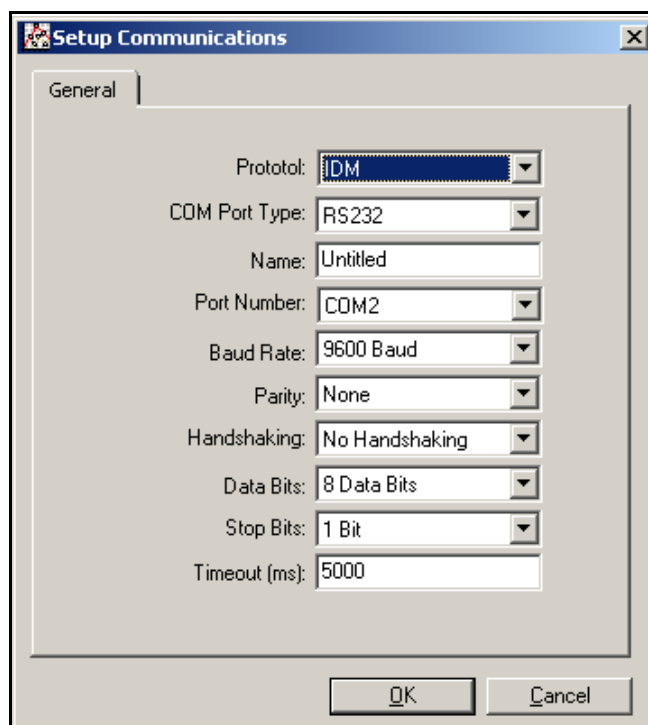

Рис. 33: Экран Setup Communications
5. Нажмите на опцию *Communications Port* для ее выбора. Экран *Setup Communications* (Настройка связи) похож на тот, что отображен на *Рис. 33* внизу.